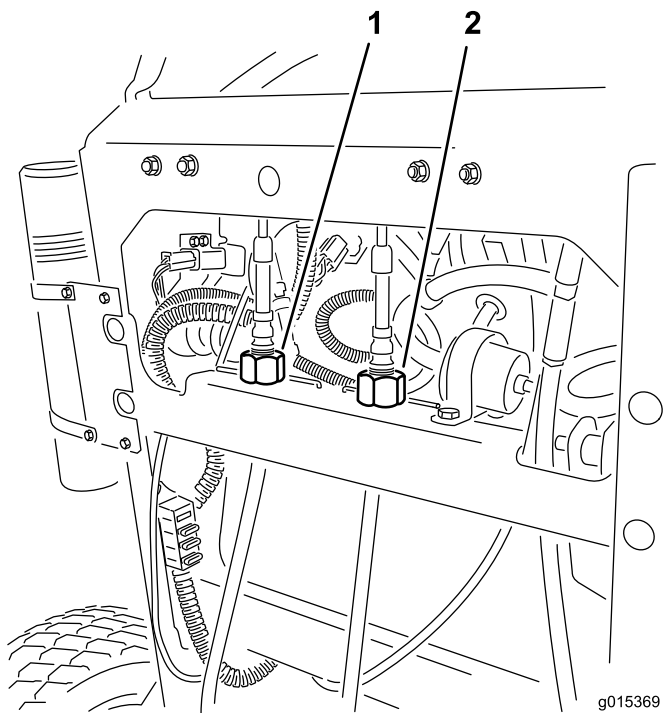

Figura 57
- Ruotate il dispositivo di regolazione del cavo destro in modo da posizionare il comando di movimento destro al centro della fessura di blocco in folle del pannello di controllo (Figura 57).